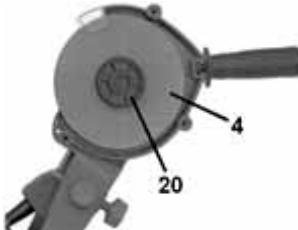

Рисунок 11
3.4.1 Включение и выключение изделия осуществляется выключателем (11). Крутящий момент от электродвигателя передается на шпиндель изделия, на который при помощи зажимной гайки (20, рисунок 11) закреплен заточной абразивный диск (4).